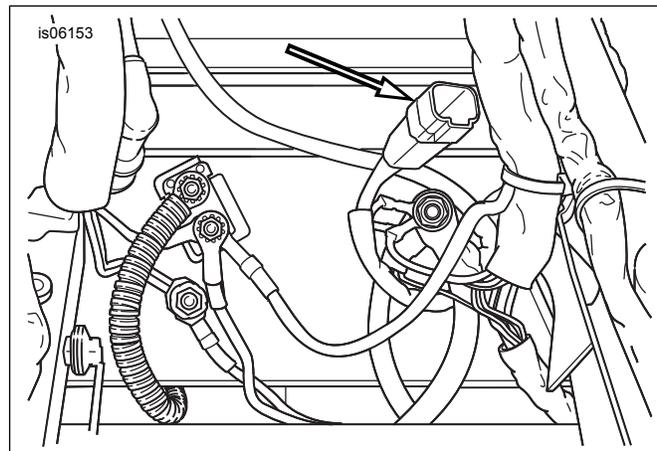

Figura 1. Ubicación del conector de accesorios [4] debajo del asiento
10. Localice el conector de accesorios de cuatro vías [4] en el área debajo del asiento. Vea la Figura 1. Quite el tapón del conector de accesorios. Connect the inserto de la placa apoyapiés arnés de cables to the conector de accesorios.